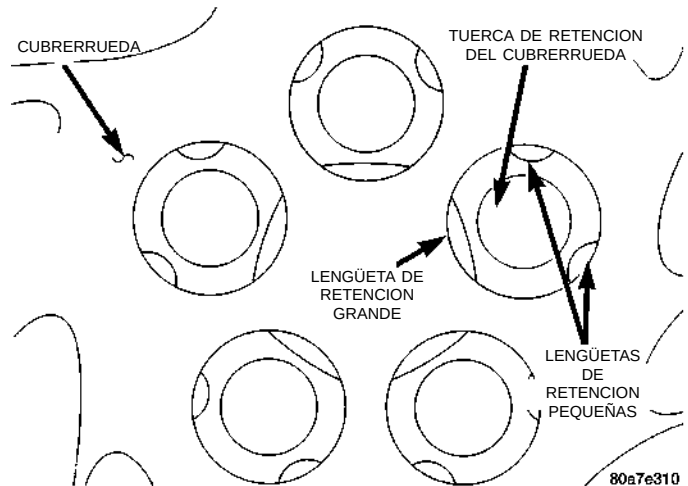

Fig. 15 Retención de tuercas de retención del cubrerrueda
(2) Desde la parte trasera del cubrerrueda, empuje hacia afuera e incline de lado la tuerca de retención, forzando su reborde más allá de las 2 pequeñas lengüetas de retención situadas en el orificio de la tuerca de retención del cubrerrueda (Fig. 15).
(3) Cuando el reborde de la tuerca de retención esté más allá de las 2 lengüetas de retención del cubrerrueda, retire la tuerca de retención del cubrerrueda empujando o tirando desde el agujero del cubrerrueda.
(1) Instale la tuerca de retención en el agujero del cubrerrrueda con el reborde de la tuerca de retención situado bajo el reborde de la lengüeta de retención grande (Fig. 15).
(2) Empuje el hexágono de la tuerca de retención, forzando su reborde más allá de las 2 pequeñas lengüetas de retención del cubrerrrueda.